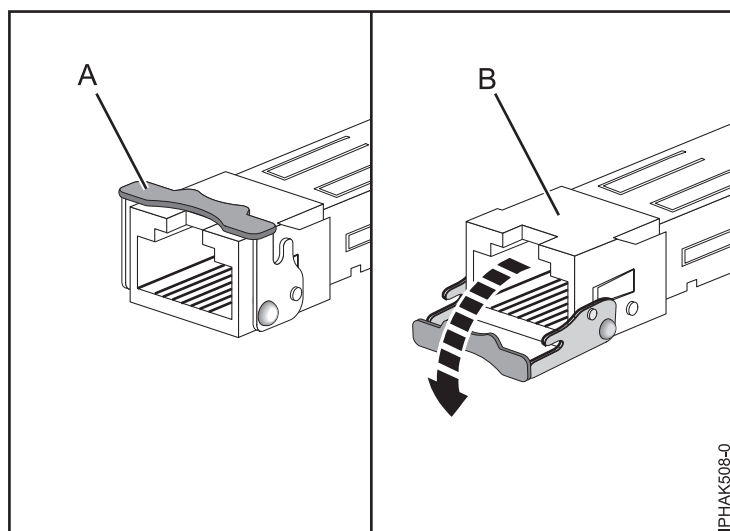

Figura 32. Extracción de los transceptores SFP de los adaptadores
Nota: Algunas FRU de adaptador de canal de fibra o Ethernet requieren extraer los transceptores SFP (de conexión de tamaño reducido), si están presentes, para poder extraer la contrapunta. Con la tarjeta en posición plana sobre una superficie antiestática, abra el pestillo (A) girándolo hacia abajo y alejándolo de la tarjeta, como se muestra en la Figura 32 en la página 41. Deslice el transceptor (B) hasta sacarlo del hardware del adaptador. Repita la misma operación para el otro transceptor.